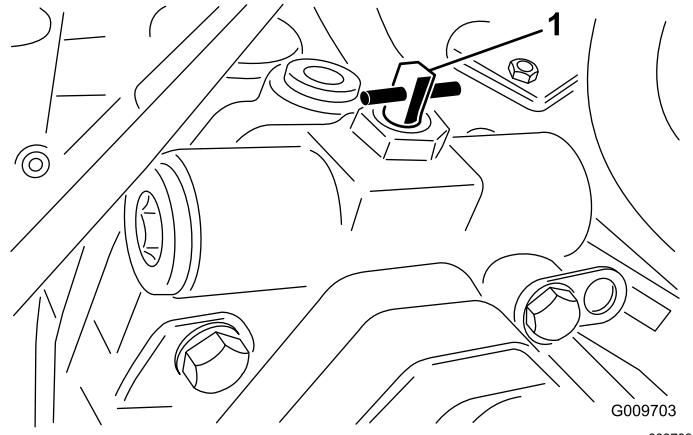

Figura 40
2. Rode a válvula de derivação 90° (1/4 de volta) em qualquer direção, para permitir a passagem interna do óleo (Figura 40). Depois de o fluido passar a máquina pode ser deslocada lentamente sem danificar a transmissão. Observe a posição da válvula quando a abrir ou fechar.